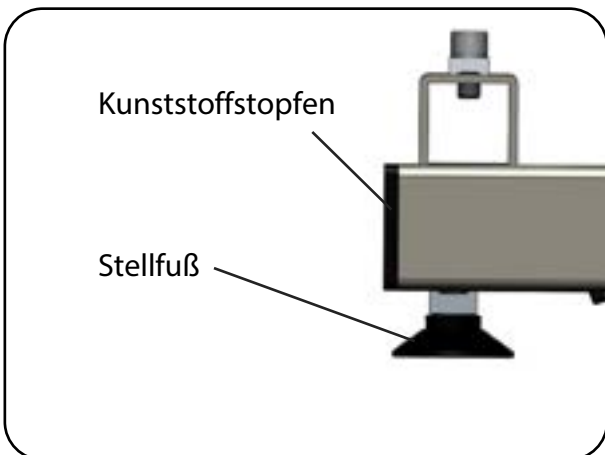

Abb. 6.7.03 - aks-B4c Standard
5. Entfernen Sie die Kunststoffstopfen im Unterrahmen (Abb. 6.7.03).
6. Drehen Sie die vier Stellfüße aus dem Unterrahmen heraus (Abb. 6.7.03).